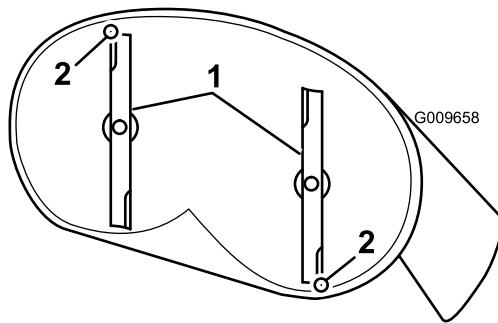

Figure 53
4. Faites pivoter les lames avec précaution pour faire passer les pointes avant à l'arrière (Figure 53).
5. Mesurez la distance entre la pointe de la lame avant et la pointe de la lame arrière par rapport à la surface plane (Figure 53). Si la pointe avant de la lame n'est pas de 1,6 à 7,9 mm (1/16 à 5/16 po) plus basse que la pointe arrière, réglez le contre-écrou avant.
8. Une fois le réglage effectué, vérifiez à nouveau l'inclinaison avant/arrière des lames. Poursuivez le réglage de l'écrou jusqu'à ce que la pointe avant de lame soit de 1,6 à 7,9 mm (1/16 à 5/16 po) plus basse que la pointe arrière (Figure 53).